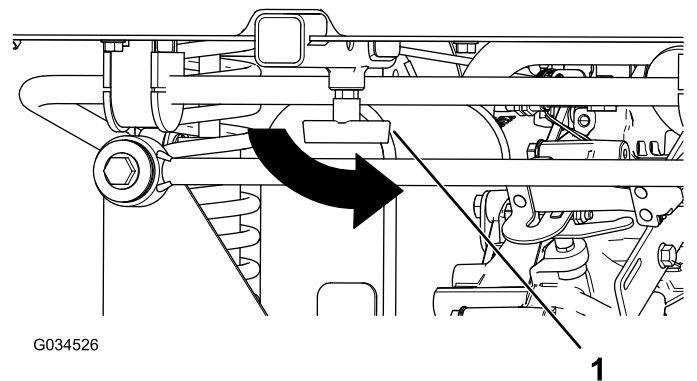

Figura 19
4. Apriete la maneta en T girándola en sentido antihorario (Figura 19).